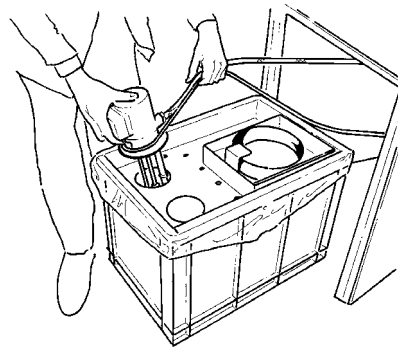

Fig. 1
- Führen Sie die Pumpe in den Deckel ein (Abb. 1).